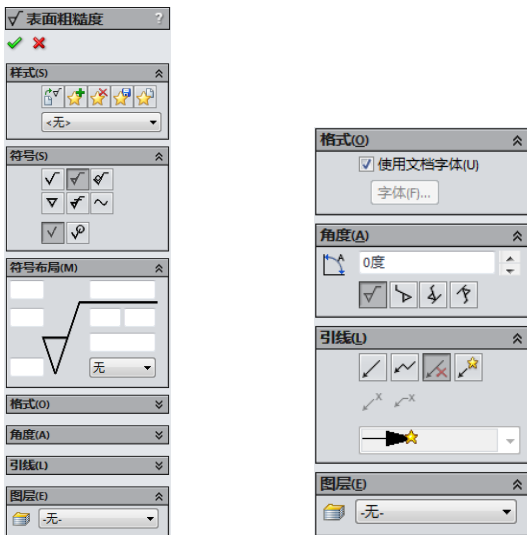

图 8-100 “表面粗糙度”属性管理器
**07** 标注表面粗糙度。选择“注解”工具栏中的“表面粗糙度”  按钮，会出现“表面粗糙度”属性管理器，在属性管理器中设置各参数如图 8-100 所示。